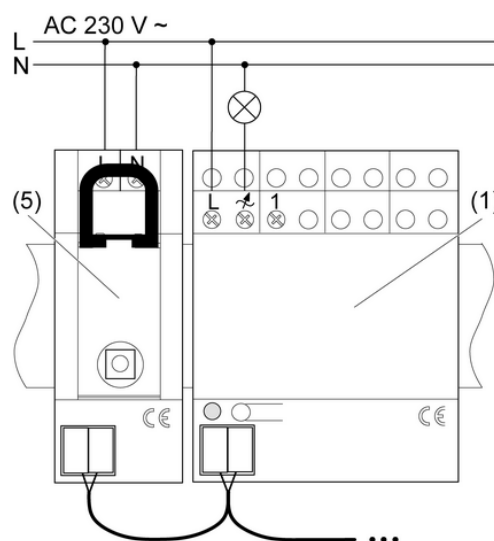

Figura 2: Collegamento del variatore di luce (1) al ricevitore radio REG (5)
- Collegare il variatore di luce in corrispondenza del morsetto (4) tramite un cavo bus al ricevitore REG (5) e/o ad altri attuatori radio (figura 2).